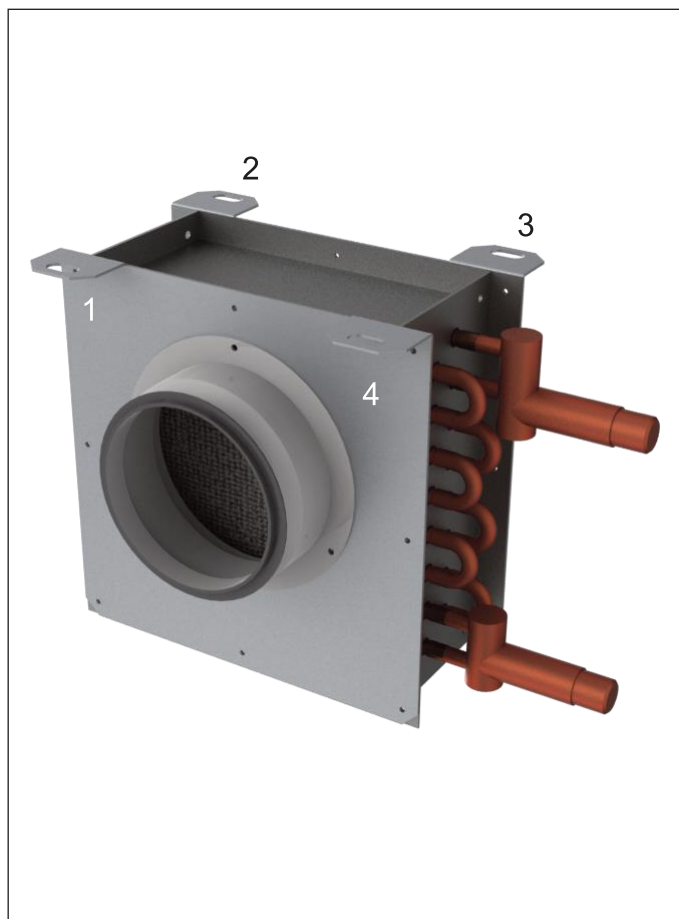

fig. 7
- Assicurarsi che la sezione sia ben ancorata: utilizzare i 4 ganci indicati nelle figure 7 e 8; evitare assolutamente di scaricare coppie di serraggio sulle condotte d'aria o, peggio, sui collettori della batteria.